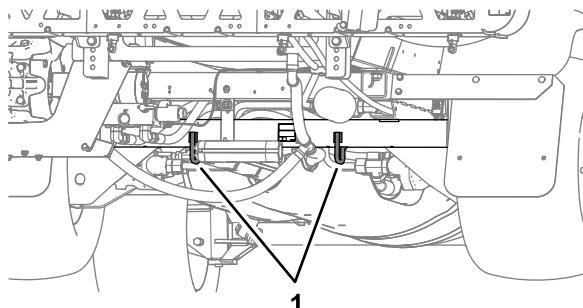
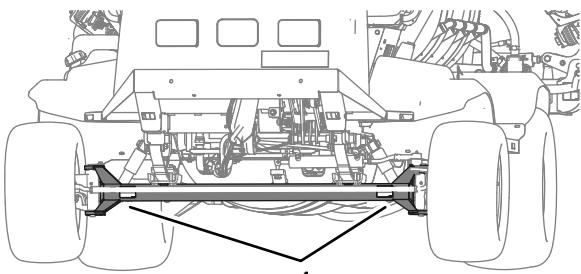

Bild 59
Bild 58
- Befestigen Sie die Maschine sicher am Transportfahrzeug; in Bild 58 und Bild 59 sind die Vergurungsstellen an der Maschine abgebildet.